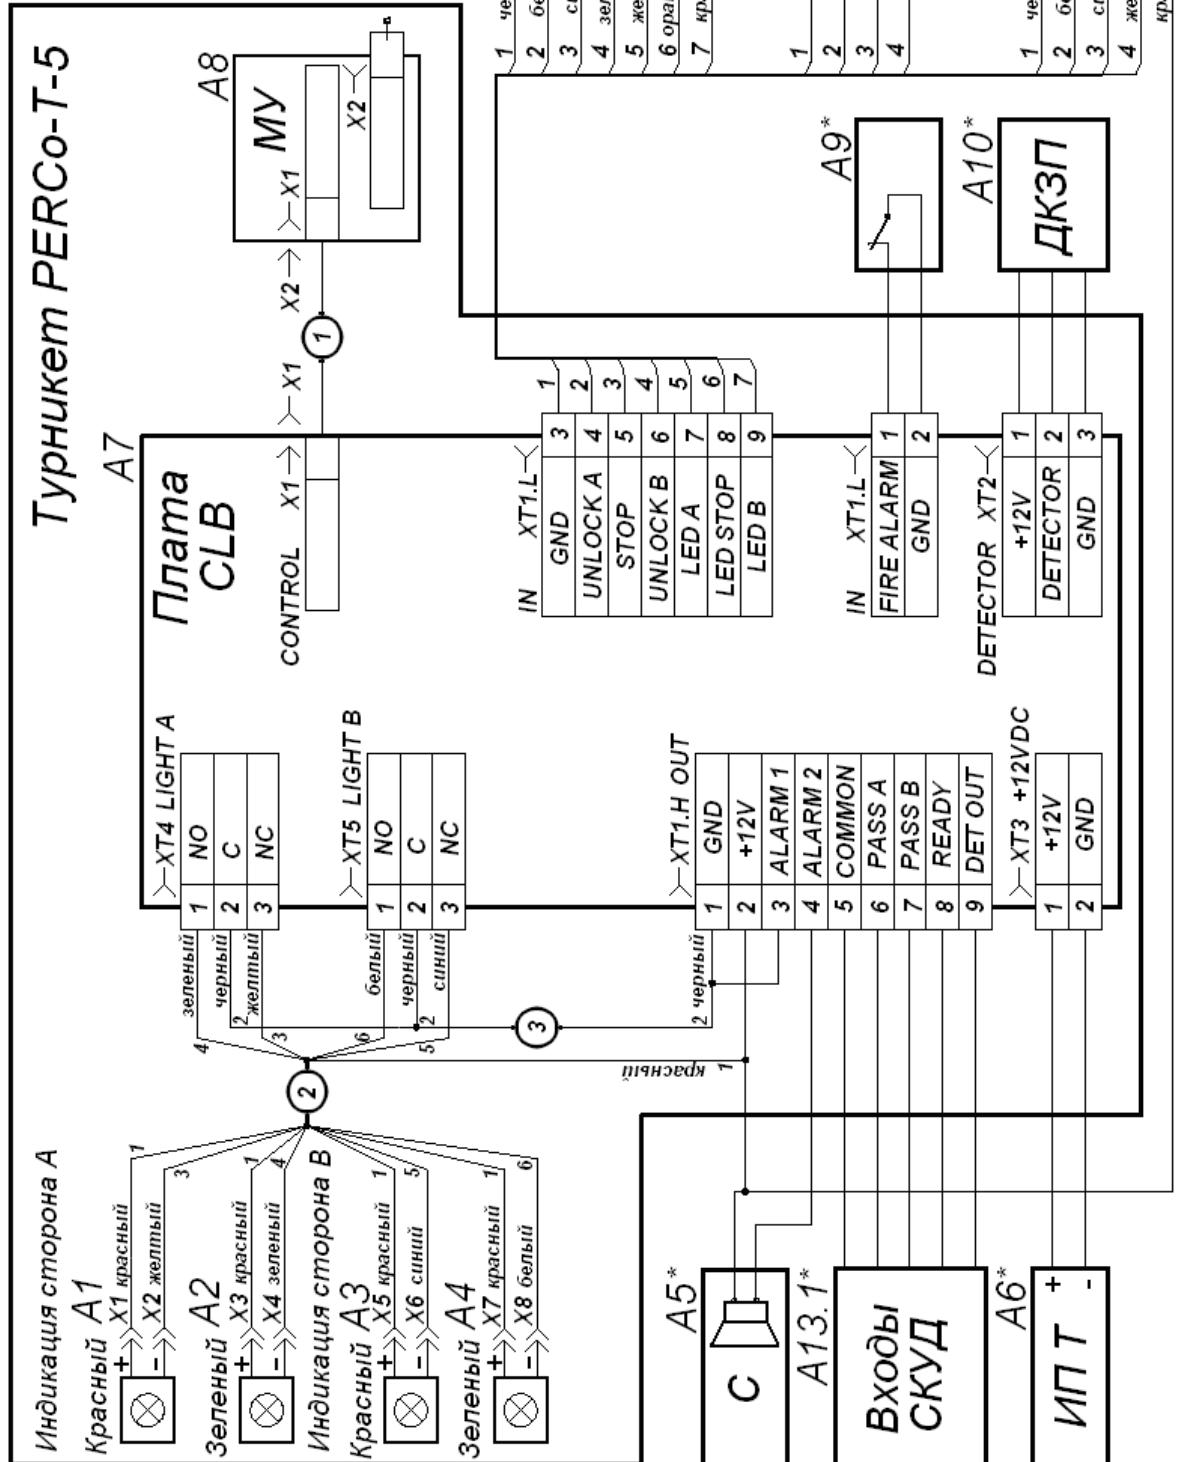

Рисунок 3. Схема электрическая соединений (перечень элементов схемы см. в таблице 1)
5.2.3 ПДУ /устройство РУ / контроллер СКУД (5) и источник питания турникета (8) подключаются к плате кабелями (6 и 8) в соответствии со схемой электрической соединений (см. рисунок 3).